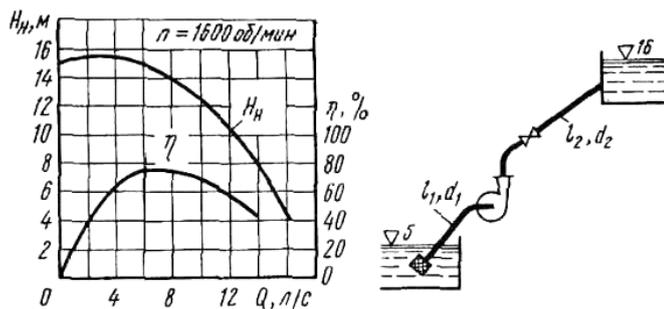

Рис. 6. Расчётная схема установки
**Постановка задачи.** Центробежный насос с заданной при  $n = 1600$  об/мин характеристикой (рис. 6) перекачивает воду из резервуара с отметкой  $H_{min} = 5$  м в резервуар с отметкой  $H_{max} = 16$  м по трубопроводам размерами  $l_1 = 10$  м,  $d_1 = 100$  мм ( $\Sigma\zeta_1 = 2$ ,  $\lambda_1 = 0,025$ ) и  $l_2 = 30$  м,  $d_2 = 75$  мм ( $\Sigma\zeta_2 = 12$ ,  $\lambda_2 = 0,027$ ).